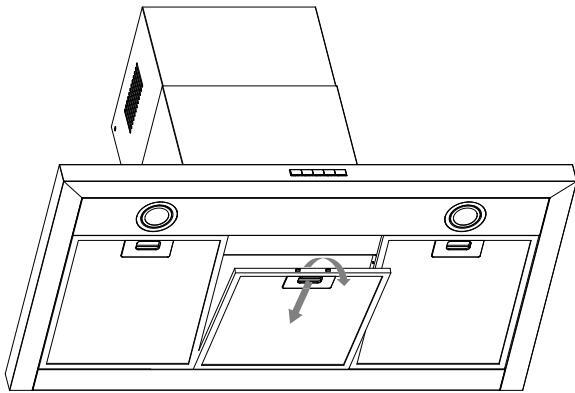

Fig.8
- Retirar os filtros de gorduras (ver Fig. 8.).